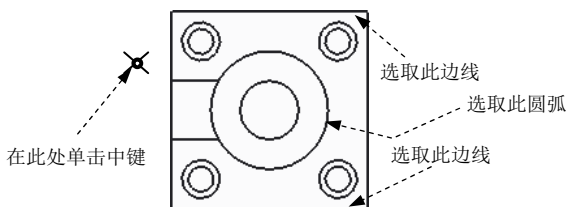

图 5.2.57 选取边线和圆弧
Step3. 此时系统弹出“选择参考”对话框，按住 Ctrl 键，从上至下依次选取图 5.2.57 所示的边线和圆弧，在图 5.2.57 所示的位置单击中键，此时视图中显示图 5.2.58 所示的尺寸。